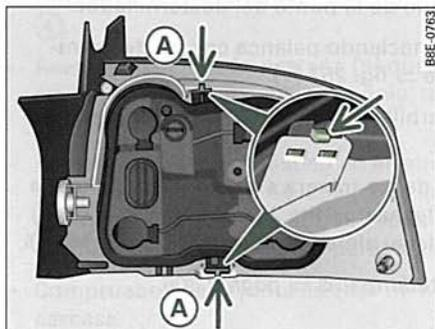

Fig. 259 Lengüetas de fijación en la parte posterior de la unidad de luz trasera
- Desbloquee las lengüetas de fijación ⇒ fig. 259 (A).
- Eleve el portalámparas en el sentido que indica la flecha (B).